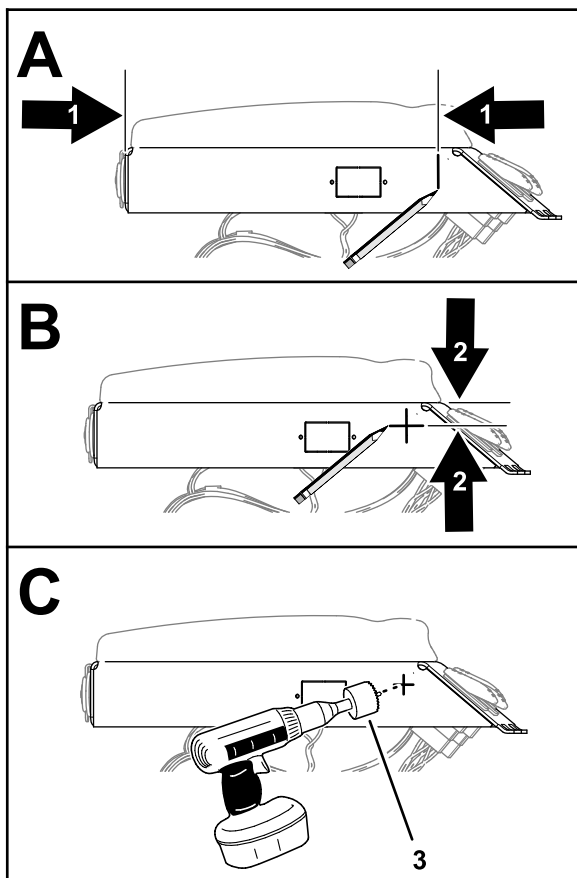

Figura 96
1. Mida 260 mm ($10\frac{1}{4}$ ") desde el extremo trasero del panel del brazo, y marque el panel (Figura 96).
2. Mida 35 mm (1⅜") desde el extremo superior del panel del brazo, y marque el panel (Figura 96).
5. Perfore un taladro de 17 mm (11/16") en el panel del brazo, en la marca del punzón (Figura 96).